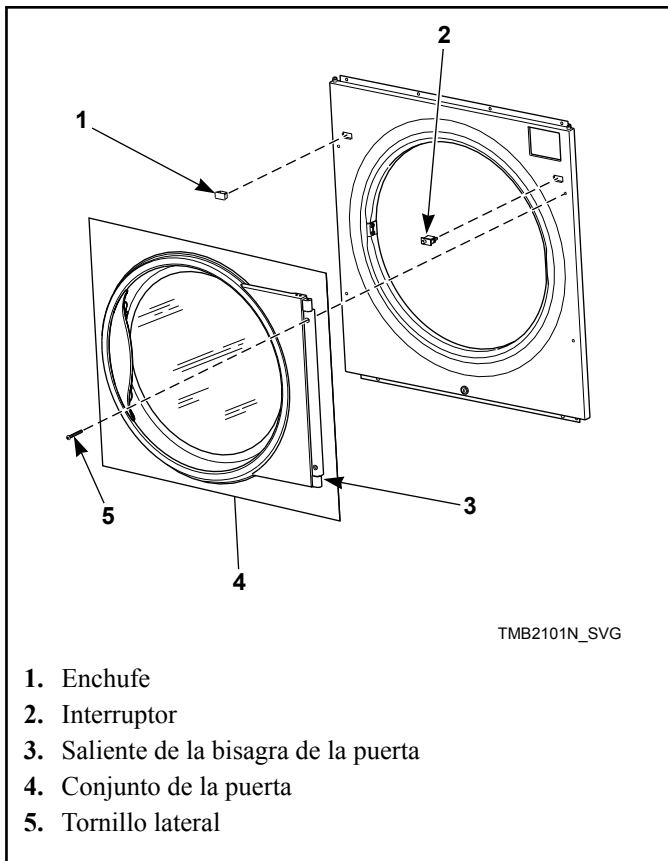

Figura 9
4. Desmonte cuatro tornillos del panel frontal. Consulte la *Figura 8*. Mantenga las levas de la bisagra de la puerta en el saliente de la bisagra de la misma. Tire del saliente y del conjunto de la puerta como si fueran una sola pieza. Consulte la *Figura 9*.
5. Retire los tornillos restantes del panel delantero. Consulte la *Figura 8*. Desconecte el arnés del interruptor de la puerta del interruptor. Retire el panel frontal. Consulte la *Figura 9*.
6. Intercambie las ubicaciones del interruptor y el enchufe. Oprima las orejetas con unos alicates ajustables para desmontar el enchufe y el interruptor del panel delantero. Vuelva a instalar el interruptor, orientando el botón hacia el centro de la máquina. Vuelva a instalar el enchufe en la ubicación previa del interruptor. Consulte la *Figura 9*.